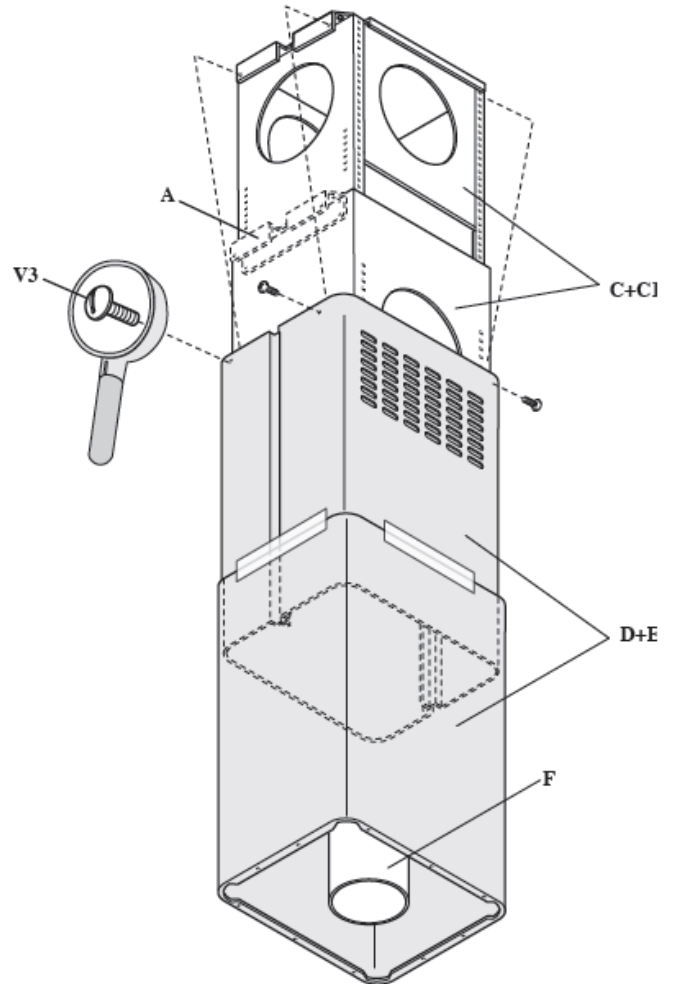

Fig. 2
- Zet de twee schachten (D+E) in elkaar en bevestig deze onderling met afdektape (fig.2).
- Bevestig deze schachten (D+E) aan de montagestoel (C) met de 4 metrische schroeven M4 (V3) aan de al bestaande gaten (fig.2).
- Voor afvoerversie: bepaal de optimale lengte van de afvoerbuis (F) en bevestig deze aan de motor.
- Gebruik de verlengstukken (A) (fig.2) enkel indien de montagestoel niet gebruikt wordt of bij plaatsing met vlasplafond.